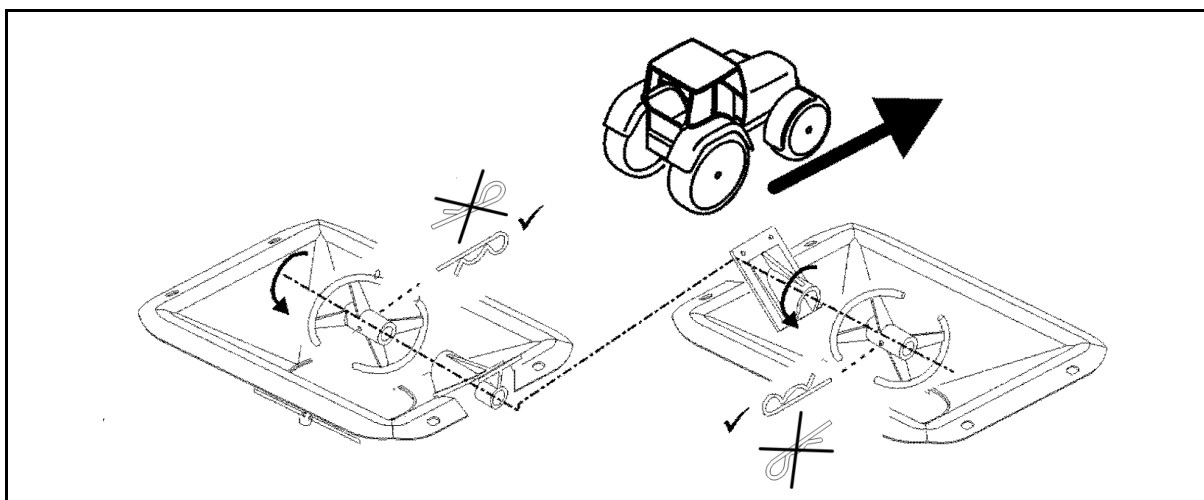

Fig. 90
2. Avlast fjærene (Fig. 90/1) ved å løsne mutterne (Fig. 90/2).